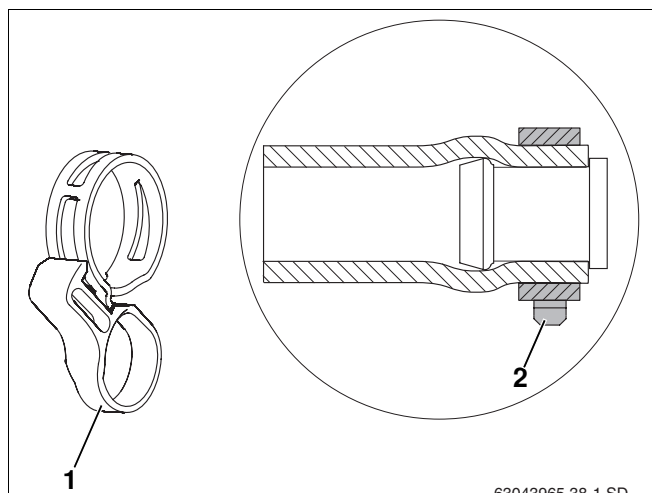

Fig. 39 Bride du compensateur avec anneau de fixation et montée sur le bouchon plein prémontré
- La position correcte de la bride du compensateur Fig. 39, **Pos. 2**) doit être impérativement vérifiée avant de retirer l'anneau de sécurité Fig. 39, **Pos. 1**). Le détacher ultérieurement avec des pinces risque d'entraver la capacité de serrage.